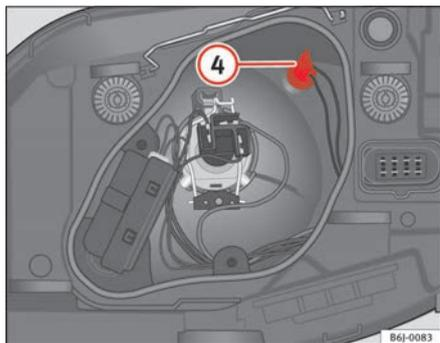

Fig. 153 Luci di posizione
- Estrarre il portalampane ④ ⇒ fig. 153 verso l'esterno.